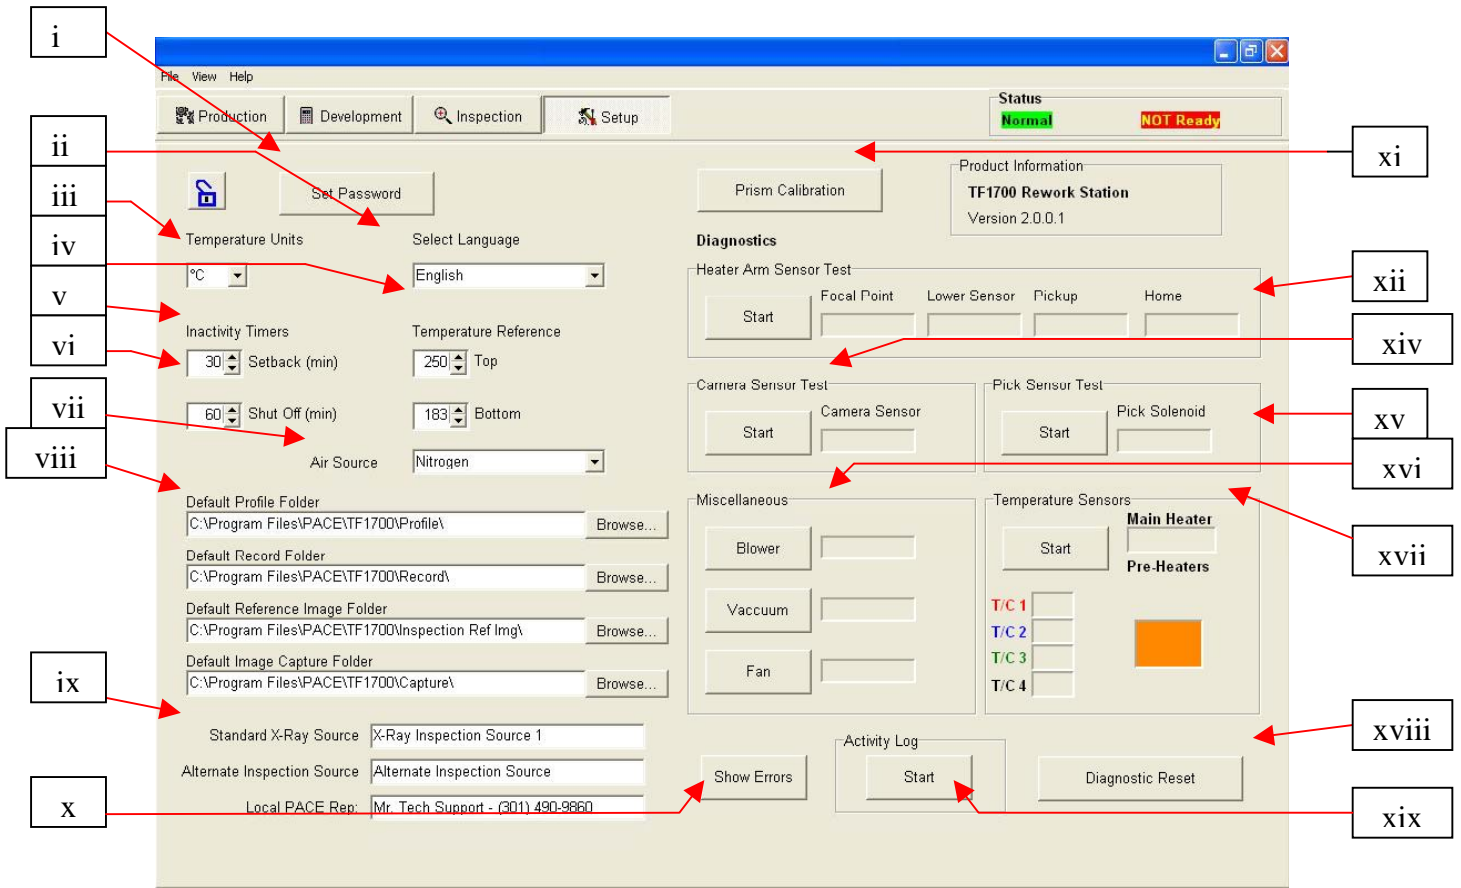

Figura 4a
e. Funciones de la pantalla de configuración. (Figura 4a)